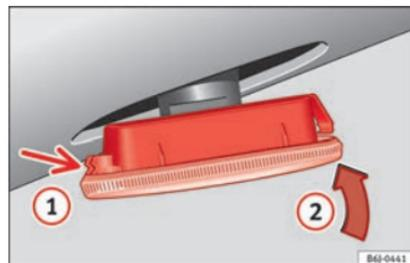

Fig. 193 Intermitente lateral.
- Coloque el intermitente en primer lugar en el orificio de la carrocería, encajando las pestañas » fig. 193, flecha (1).
- Encaje la lámpara como indica la flecha (2) » fig. 193.